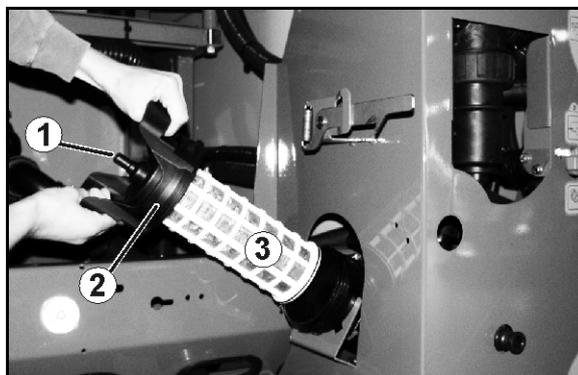

Fig. 123
Limpiar diariamente el filtro de aspiración (Fig. 123) después de limpiar la pulverizadora de campo.
1. Soltar la tapa del filtro de aspiración (Fig. 123/2).
2. Retirar la tapa con filtro de aspiración (Fig. 123/3) y limpiar con agua.